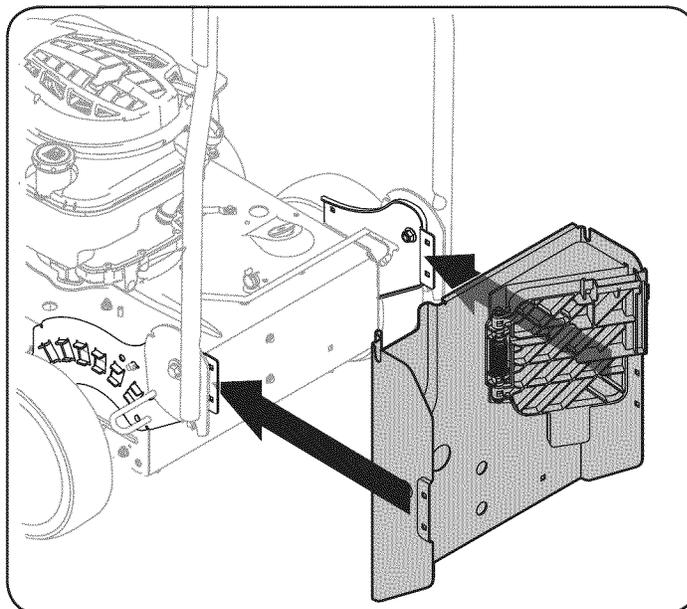

Figura 3
- Deslice la ménsula de soporte de la embolsadora (n.º de pieza de ref. 9) sobre la parte posterior del bastidor de la cortadora de césped de manera que las extensiones laterales de la ménsula queden orientadas hacia atrás, y la puerta de descarga trasera quede ubicada en el vértice superior derecho. Vea la Figura 3.
**NOTA:** La puerta de descarga trasera (n.º de pieza de ref. 1) viene previamente armada de fábrica sobre la ménsula de soporte con dos tornillos de refuerzo (bosscrews) (n.º de pieza de ref. 6)
- Se deben alinear los dos orificios que están a ambos lados de la ménsula de soporte trasera con los orificios de los soportes de las ruedas de la cortadora de césped. Vea la Figura 3.